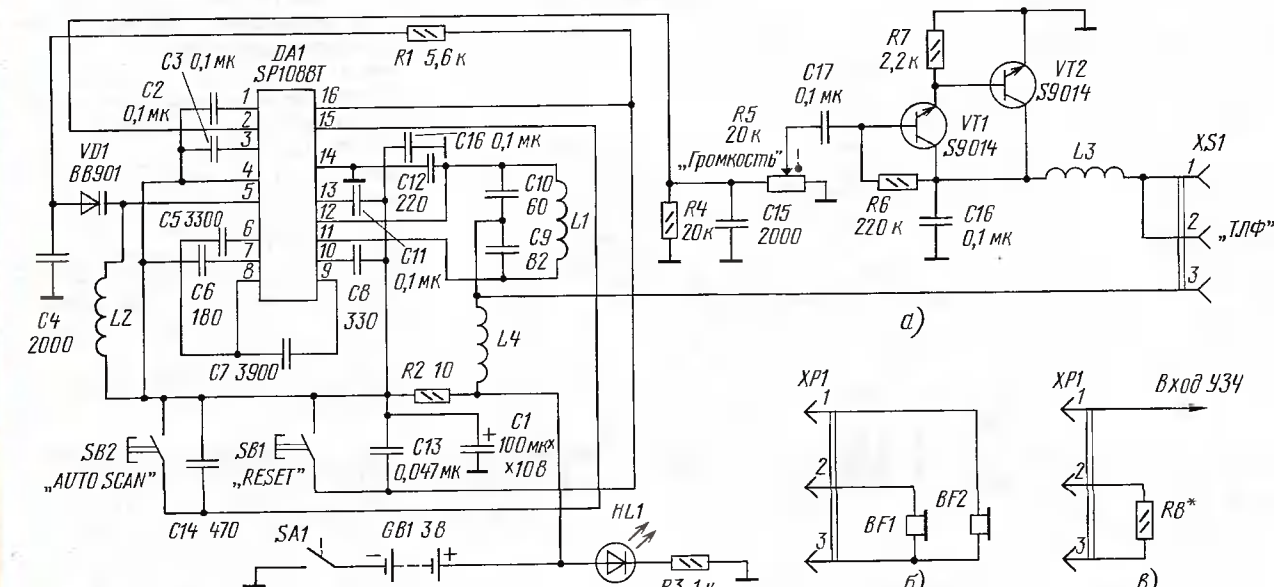
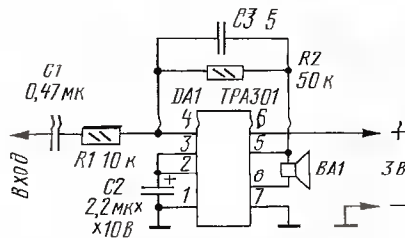
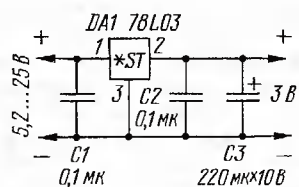

Рис. 1
Рис. 2
Рис. 4
Схема приемника приведена на рис. 1, а. Он выполнен на микросхеме DA1 по схеме супергетеродина с низкой промежуточной частотой (около 100 кГц), поэтому требует минимума деталей. Эта микросхема продолжает
К недостаткам приемника можно отнести возможность работы только на головные телефоны, включаемые параллельно (рис. 1, б), значительный потребляемый ток (40...90 мА) и недостаточную чувствительность.
При использовании дополнительного УЗЧ нет никакого смысла в большом токе покоя транзисторов УЗЧ приемника VT1, VT2 (см. рис. 1, а). В связи с этим рекомендую значительно (до нескольких мегаом) увеличить сопротивление резистора смещения R6. Резистор нагрузки УЗЧ приемника R8, установленный в переходнике (см. рис. 1, в), подбирают в пределах сотен ом — единиц килоом, ориентируясь на наилучшее качество звука. Желательно, чтобы паде-
Увеличить выходную мощность приемника и обеспечить работу громкоговорителя позволит усилитель [1], подключаемый к выходному гнезду приемника через переходник (рис. 1, в). Схема усилителя показана на рис. 2. Он выполнен по мостовой схеме, требует ми-
Провода питания обеих приставок (обозначены как "+" и "-") подключают к плюсу батареи питания GB1 (см. рис. 1, а) и общему проводу приемника. Приемник с приставками удается питать от любого источника питания (сетевого адаптера) или, например, от автомобильной аккумуляторной батареи, если использовать интегральный стабилизатор напряжения DA1 (рис. 4). Он поддерживает на выходе напряжение 3 В с высокой точностью и имеет защиту от коротких замыканий. Емкость конденсаторов C1—C3 не критична и может значительно отличаться от указанной на схеме. Керамические конденсаторы C1 и C2 предотвращают самовозбуждение. Их лучше припаять непосредственно к выводам микросхемы.
В заключение — практический совет. Если приемник самовозбуждается при большой громкости, полезно увеличить емкость конденсатора C15 (см. рис. 1, а) или подключить к крайним выводам переменного резистора R5 дополнительный конденсатор емкостью 6800 пФ.
1. Пахомов А. Модернизация радиоприемников. — Радио, 2003, № 1, с. 17, 18, рис. 2.